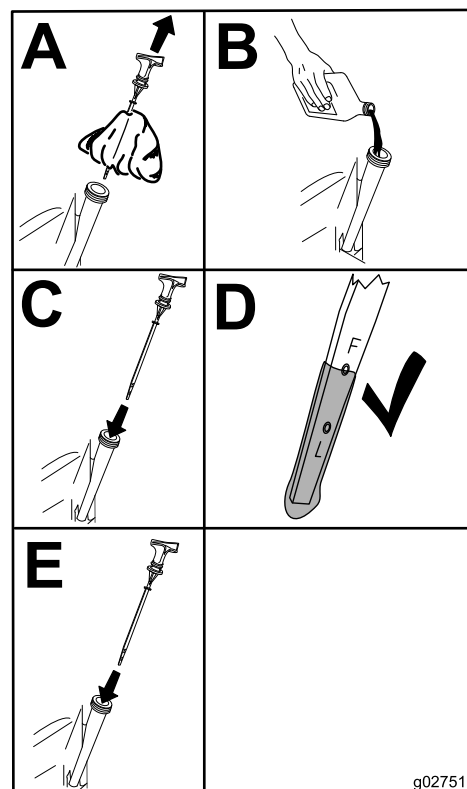

Figure 39
6. Versez avec précaution environ 80 % de la quantité d'huile spécifiée dans le goulot de remplissage (Figure 39).